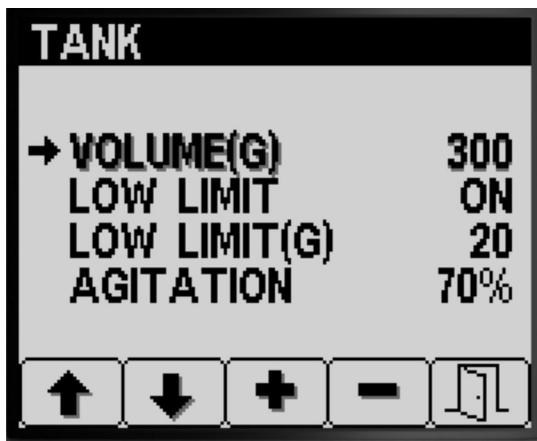

Figura 12
- Premete il pulsante 1 o 2 per navigare fino all'opzione VOLUME SERBATOIO (Figura 12).
- Premete i pulsanti 3 o 4 per aumentare o diminuire il valore relativo al volume di prodotto chimico nel serbatoio di irrorazione (Figura 12).